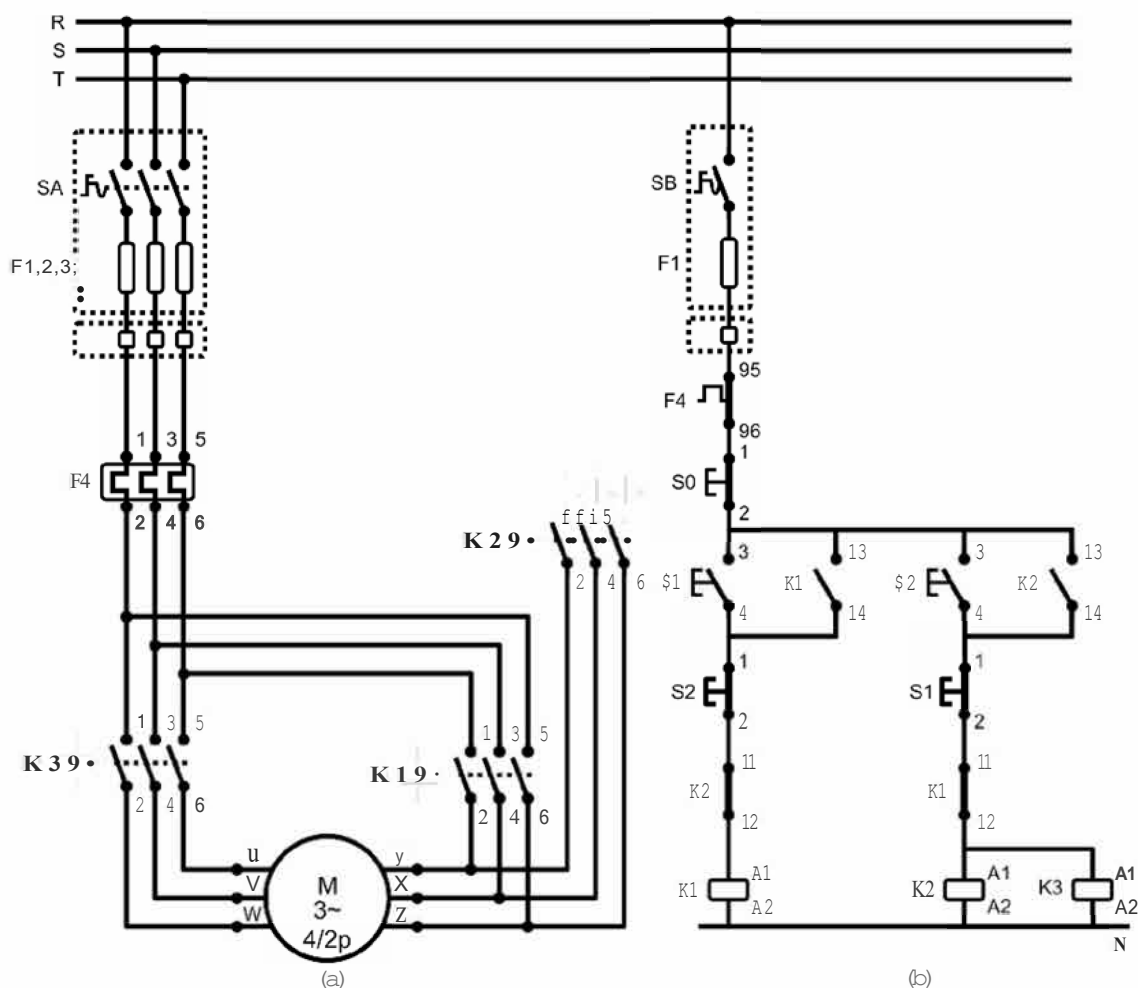

Figura 22. Esquemas de ligação para partida direta a contactor, para motores trifásicos de duas velocidades; a) circuito de força e b) circuito de comando.
- Verifique se o esquema de ligação da placa do motor confere com o esquema de ligação apresentada na figura 22(a);
- Depois de concluídas as ligações elétricas, coloque o motor para funcionar, através do acionamento da botoeira S1(NA) apresentada na figura 22(b);